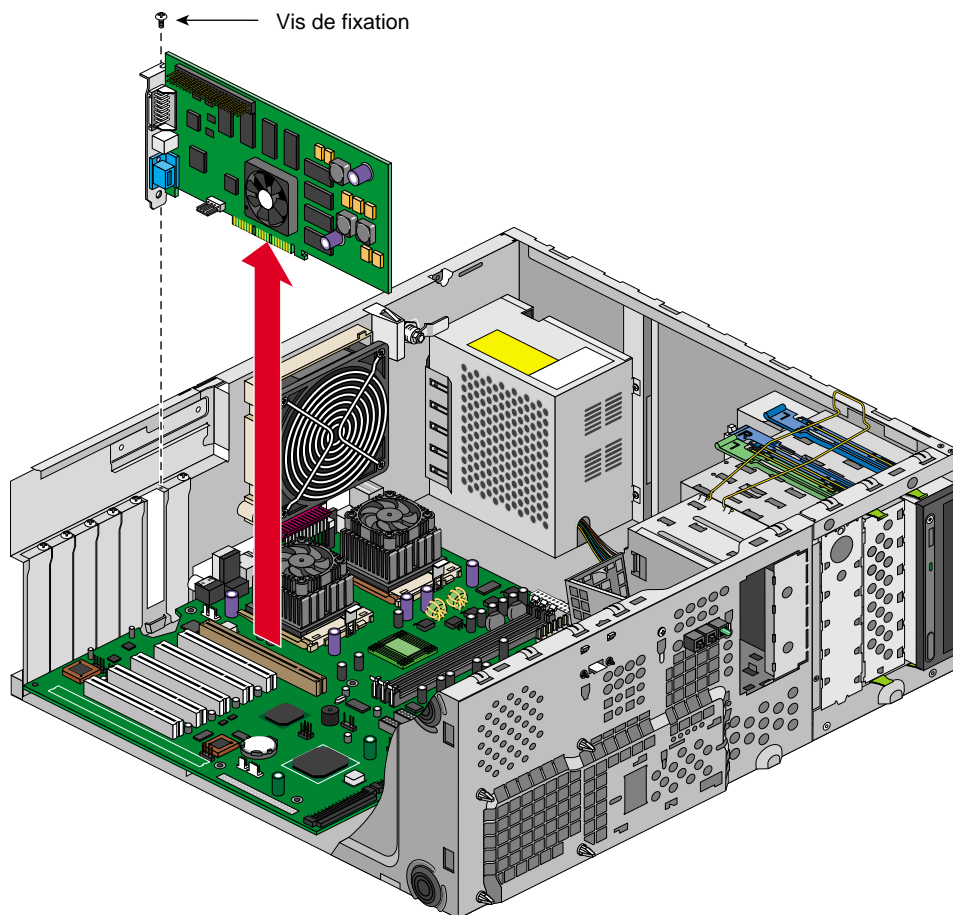

Figure 2-18 Démontage de la carte d'extension
2. Enlever la vis de fixation de la carte d'extension à démonter, comme le montre la Figure 2-18.